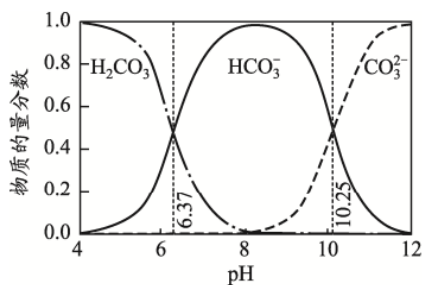
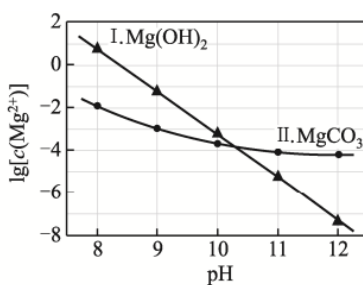

图 1
图 2
CO2 捕获和转化可减少 CO2 排放并实现资源利用，原理如图 1 所示。反应①完成之后，以 N2 为载气，将恒定组成的 N2、CH4 混合气，以恒定流速通入反应器，单位时间流出气体各组分的物质的量随反应时间变化如图 2 所示。反应过程中始终未检测到 CO2，在催化剂上检测到有积炭。下列说法不正确的是
- A. 反应①为  $\text{CaO} + \text{CO}_2 = \text{CaCO}_3$ ；反应②为  $\text{CaCO}_3 + \text{CH}_4 \xrightarrow{\text{催化剂}} \text{CaO} + 2\text{CO} + 2\text{H}_2$
- C.  $t_2$  时刻，副反应生成  $\text{H}_2$  的速率大于反应②生成  $\text{H}_2$  的速率
- D.  $t_3$  之后，生成  $\text{CO}$  的速率为 0，是因为反应②不再发生
已知：① 图 1 中曲线表示  $\text{Na}_2\text{CO}_3$  体系中含碳粒子的物质的量分数与 pH 的关系。
② 图 2 中曲线 I 的离子浓度关系符合  $c(\text{Mg}^{2+}) \cdot c^2(\text{OH}^-) = K_{\text{sp}}[\text{Mg}(\text{OH})_2]$ ；曲线 II 的离子浓度关系符合  $c(\text{Mg}^{2+}) \cdot c(\text{CO}_3^{2-}) = K_{\text{sp}}(\text{MgCO}_3)$  [注：起始  $c(\text{Na}_2\text{CO}_3) = 0.1 \text{ mol} \cdot \text{L}^{-1}$ ，不同 pH 下  $c(\text{CO}_3^{2-})$  由图 1 得到]。
- A. 由图 1， $\text{pH} = 10.25$ ， $c(\text{HCO}_3^-) = c(\text{CO}_3^{2-})$
- B. 由图 2，初始状态  $\text{pH} = 11$ 、 $\lg[c(\text{Mg}^{2+})] = -6$ ，无沉淀生成
- C. 由图 2，初始状态  $\text{pH} = 9$ 、 $\lg[c(\text{Mg}^{2+})] = -2$ ，平衡后溶液中存在
- D. 由图 1 和图 2，初始状态  $\text{pH} = 8$ 、 $\lg[c(\text{Mg}^{2+})] = -1$ ，发生反应：